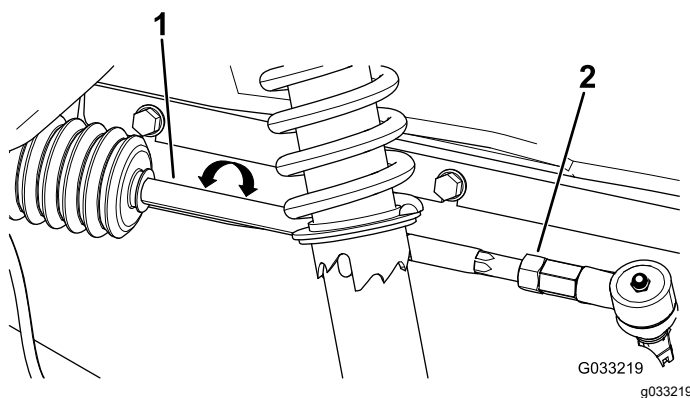

Figure 58
2. Si les mesures ne sont pas comprises entre 0 et 6 mm, desserrez les écrous de blocage aux deux extrémités extérieures des biellettes (Figure 58).